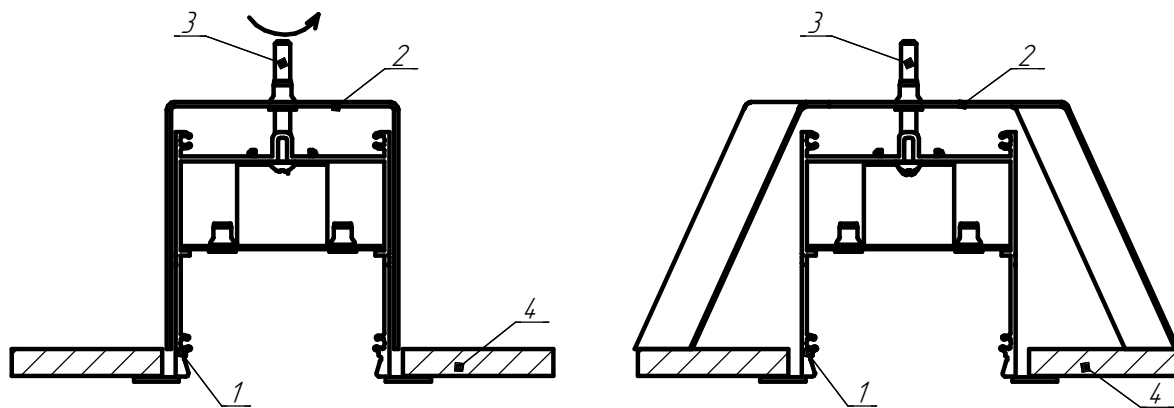

Рисунок 5 - Схема установки светильников в потолок
5.3.3 Корпус светильника установить в подшивной потолок или стену из гипсокартона. Закрутив винты до упора, зафиксировать светильник (см. рисунок 5).